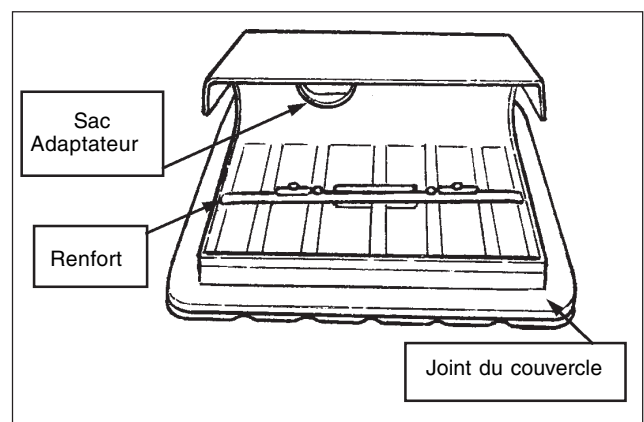

Figure 2
- b. L'ouverture du sac à poussière est conçue avec un joint de caoutchouc qui se monte hermétiquement sur l'adaptateur du sac (figure 2) dans le couvercle. Poussez l'ouverture du sac à poussière sur l'adaptateur sur le couvercle. Puis, dans l'adaptateur, à partir de l'extérieur du couvercle, appuyez sur le joint pour finir de le mettre complètement en place.